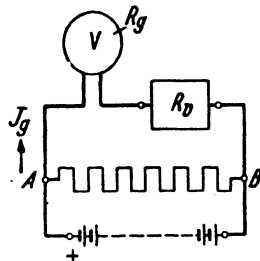

Abb. 11. Drehspulinstrument mit Vorwiderstand.
Sollen nun höhere Spannungen gemessen werden, so muß man bedenken, daß die Stromspule einen größeren Strom als 0,015 A nicht verträgt, man muß daher, entsprechend der zu messenden Spannung, einen Vorwiderstand R_v in den Stromkreis des Instruments einschalten, wie Abb. 11 dies zeigt. Solche Vorwiderstände werden in Kästen, für mehrere Meßbereiche, untergebracht, und kann der jeweilige Widerstand durch Stecken eines Stöpsels eingeschaltet werden.
65. Einem 100 ohmigen Drehspulgalvanometer sind 9900 [8900] Ω vorgeschaltet (Abb. 11). Welche Spannung herrscht zwischen den
67. Die Spannung zwischen A und B (Abb. 11) beträgt schätzungsweise 25 [40] V. Welcher Widerstand muß dem 100 Ω Galvanometer vorgeschaltet werden, damit dann 150° Ausschlag entstehen, und wie groß ist die Spannung in Wirklichkeit, wenn das Galvanometer nur 149 Grad anzeigt?